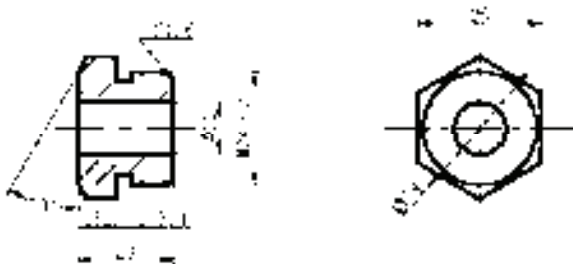

图 6-37 压紧螺母
标注图 6-37 所示的压紧螺母尺寸。
7) 标注倒角尺寸 C1.6。该尺寸标注方法在后面章节讲述,这里暂且不讲,最终结果如图 6-37 所示。